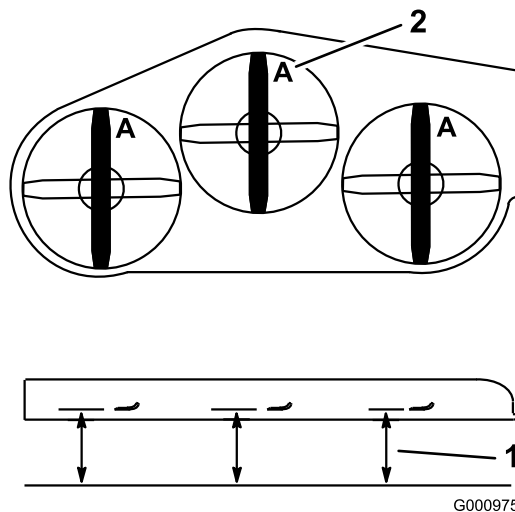

Figure 77
4. Mesurez la distance entre la surface plane et le tranchant (position A) des lames (Figure 77).